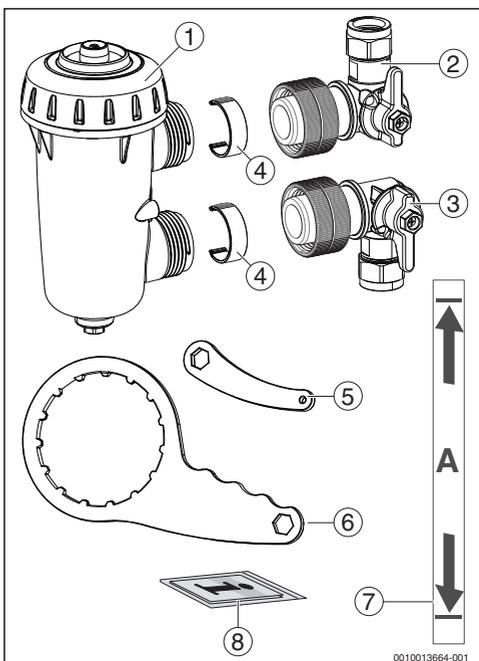

Fig. 3 Fournitures
2. A l'aide de la clé de vidange fournie (→ Fig. 3, [5]), ouvrir et retirer le bouchon de vidange ; utiliser un récipient adapté pour recueillir l'eau et les débris.